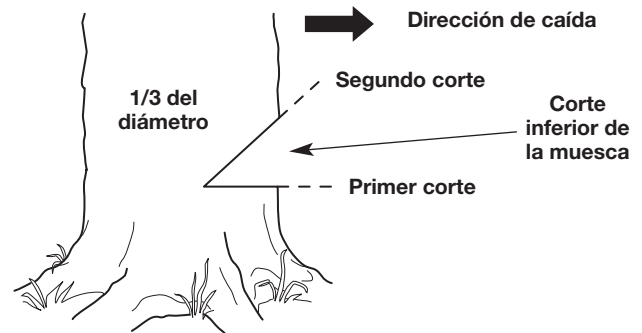

Fig. 17
1. Haga un corte horizontal en el tronco del árbol (Fig. 17). El corte debería ser de aproximadamente 1/3 del diámetro del árbol y cerca del suelo. Para evitar que el peso de la madera comprima la barra guía, siempre haga este corte en primer lugar.
2. Haga un corte a 45° en el tronco del árbol, arriba del primer corte (Fig. 17). Continúe cortando hasta que los dos cortes se unan.